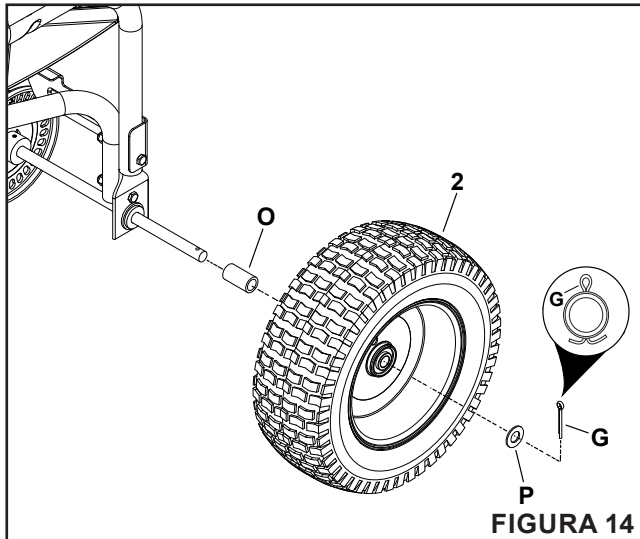

FIGURA 14
Paso 14: (Véase la Figura 14)
1. En el lado izquierdo del esparcidor, deslice un separador (O) y la rueda (2) sobre el eje.
2. Coloque una arandela (P) de 1/2" en la punta del eje.
3. Asegure la rueda instalando un pasador de chaveta de 1/8" x 1-1/4" (G) a través del orificio en el eje y separando los extremos.